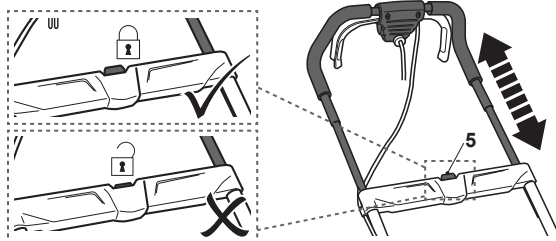

Fig. 11
NOTA: Asegúrese de que el botón de desbloqueo (5) encaje en su sitio después del ajuste. No utilice el producto en ninguna otra posición intermedia (Fig. 11). Empuje o tire siempre del mango superior con suavidad. NO aplique una fuerza excesiva.